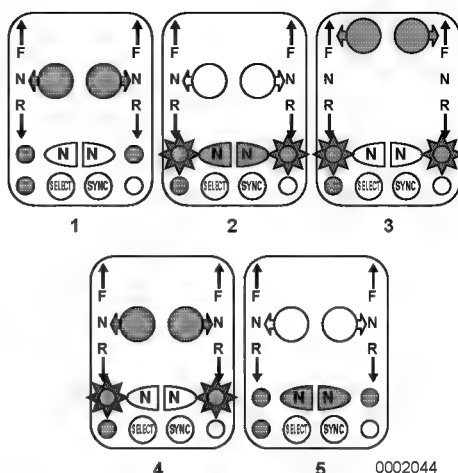

Figure 13
1. Ramenez la ou les poignées en position **N** (point mort). Le ou les voyants de point mort restent constamment allumés **(Figure 13, (1))**.
2. Appuyez sur le(s) bouton(s) **N** (point mort) **(Figure 13, (2))**. Le ou les témoins de point mort clignotent (étoile autour du ou des cercles à la **(Figure 13, (2))**).
3. Déplacez la ou les poignées vers l'accélération avant ou arrière **(Figure 13, (3))**, ce qui vous permet de contrôler le régime du moteur sans embrayer la transmission marine.
1. Ramenez la ou les poignées en position **N** (point mort) **(Figure 13, (4))**.
2. Appuyez sur le ou les boutons **N** (point mort) **(Figure 13, (5))**. Le ou les voyants de point mort restent constamment allumés **(Figure 13, (5))**.